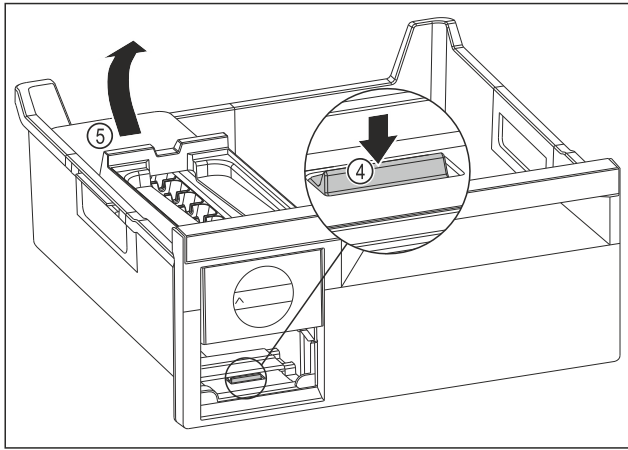

Fig. 183
- ▶ Odoberte korpus EasyTwist-Ice: Strmeň Fig. 183 (4) zatlačte prstom nadol a súčasne druhou rukou zdvihnite zozadu korpus EasyTwist-Ice Fig. 183 (5).